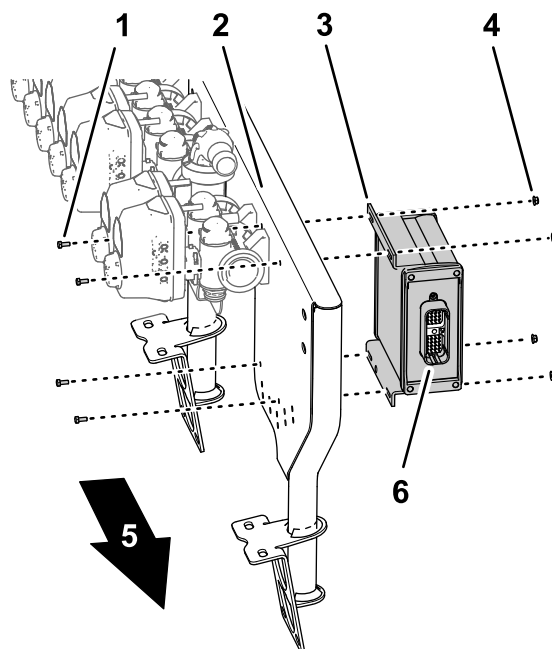

Рисунок 60
1. Установите контроллер опрыскивателя на передней стороне опоры крепления клапанов так, чтобы 40-штыревой разъем был направлен наружу (Рисунок 60).
2. Установите контроллер опрыскивателя на опору крепления клапанов (Рисунок 60) с помощью 4 болтов (4 x 10 мм) и 4 фланцевых контргайки (4 мм).